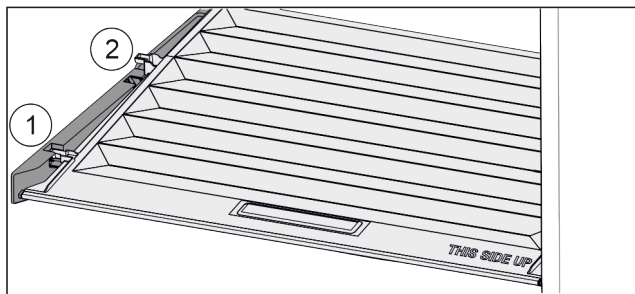

Fig. 128
- Издърпайте напред Fig. 128 (1) капака до отвора в задържащите части.
- Повдигнете го отзад отдолу и отстранете Fig. 128 (2) нагоре.